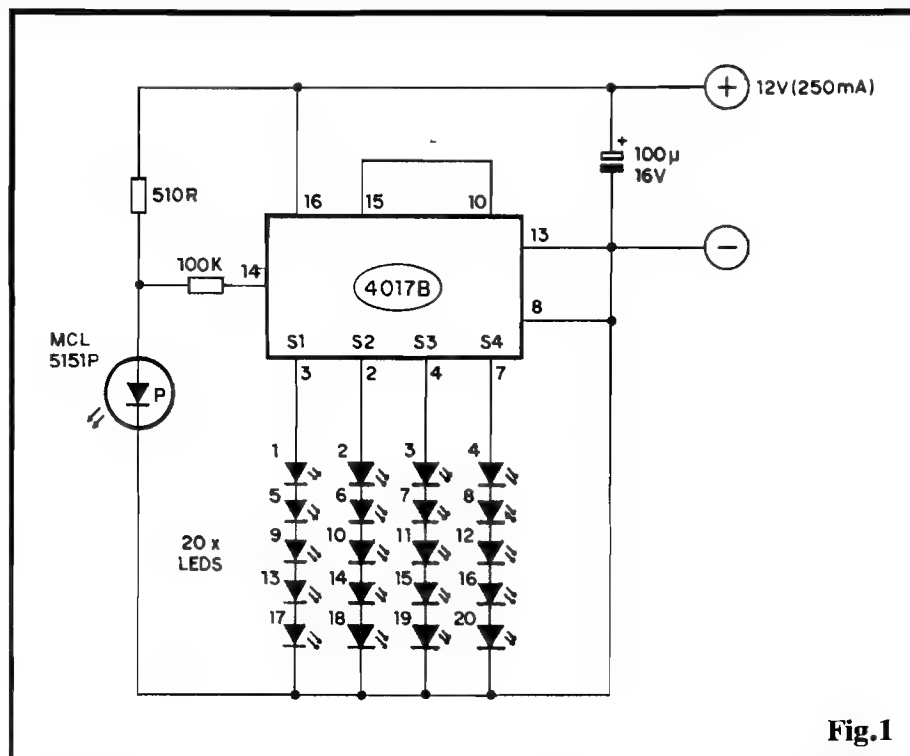

Fig.1
- FIG. 1 - DIAGRAMA ESQUEMÁTICO DO CIRCUITO - No centro ativo do circuito, temos um super-conhecido Integrado digital C.MOS 4017 (capaz de sequenciar até 10 saídas, das quais apenas as primeiras quatro são utilizadas no arranjo...), a cujas Saídas S1, S2, S3 e S4 (respectivamente tomadas nos pinos 3-2-4-7...) acoplamos "barras", cada uma delas formada por 5 LEDs em série, configurando os 4 canais de sequenciamento, nos moldes convencionais das sequenciais "profissionais" para lâmpadas de C.A. A disposição pouco usual, em série, dos LEDs em cada canal, traz várias vantagens: (A) permite excelente nível luminoso em cada um dos ditos LEDs sem com isso "puxar" excessiva Corrente da fonte (e, consequentemente, sem "forçar a barra", em termos de dissipação, sobre o "pobre" do 4017...), (B) condiciona a queda de Tensão total sobre os 5 LEDs de cada ramal, à própria "voltagem" geral de alimentação (12V), de modo que (ajudado ainda pela natural limitação imposta pelas próprias Saídas do C.MOS...) se economizam até os meros Resistores que convencionalmente são usados na limitação de Corrente, em circuitos do gênero, (C) devido ao tipo de organização "gráfica" e elétrica do conjunto de LEDs (veremos detalhes a respeito, na última figura do presente artigo...), se um LED de um dos canais "pifar", isso redundará na invalidação dos outros quatro LEDs da mesma "barra", porém em termos visuais gerais, o efeito final de sequenciamento continuará a ser notado como tal (coisa que nem sempre acontece, em outros tipos de circuitos ou métodos de sequenciamento...). Mas, voltando aos aspectos puramente técnicos do circuito, observar que a "quinta" Saída sequencial do contador de década contido no 4017 (pino 10) tem seu sinal diretamente aplicado ao pino de "resetamento" do Integrado (15), garantindo que não haja intervalo no acionamento dos 4 canais... Já quanto ao clock ou trem de pulsos (a ser oferecido ao pino de Entrada, 14...) responsável pelo ritmo do sequenciamento, foi obtido pela forma que (desafiamos qualquer um a desmentir isso, ou apresentar provas em contrário...) julgamos a **mais assustadoramente simples e barata**: um solitário LED "pisca" (MCL 5151P), devidamente protegido por seu resistor/limitador no valor de 510R, promove a geração dos tais pulsos de controle, pela própria ação do oscilador de relaxação "embutido" dentro do dito LED